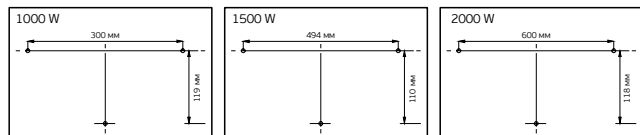

Рис. 6
- Просверлите в стене отверстия необходимого диаметра по меткам крепления (см. рис. 6), вставьте дюбели\*, закрутите установочные винты\*.